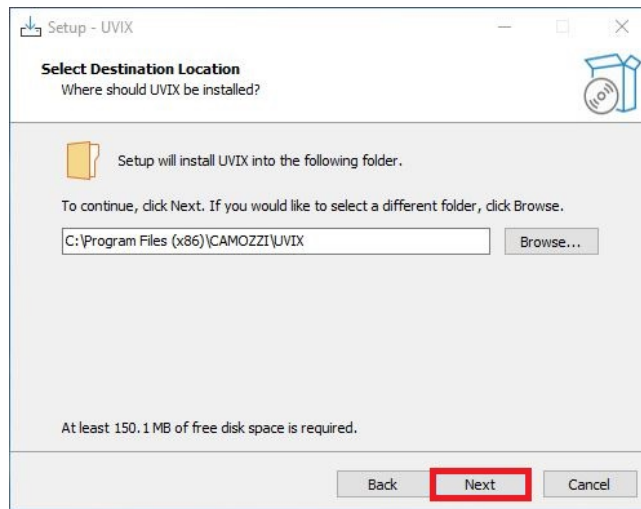

Figura 4.13: Selezione cartella di destinazione
3. Se si desidera modificare la cartella di destinazione, dopo di che premere su "Next", figura 4.13.